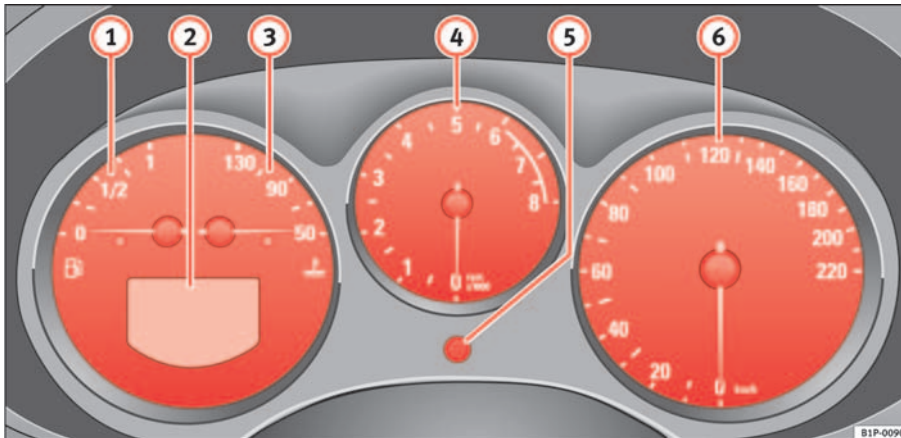

Abb. 33 Ausschnitt aus der Instrumententafel: Kombiinstrument
Der Beginn des roten Bereichs ⇒ Seite 58, Abb. 33 ④ bedeutet die maximale Motordrehzahl bei Betriebstemperatur. Vor Erreichen dieses Bereiches sollte in den nächst höheren Gang geschaltet oder die Wählhebelstellung D gewählt oder der Fuß vom Gaspedal genommen werden.
- Drehen Sie den Einstellknopf ⇒ Seite 58, Abb. 33 ⑤ bis zum Anschlag nach links, die Stunden werden eingestellt. Wenn Sie den Einstellknopf nur kurz nach links drehen, wird jeweils um eine Stunde weitergestellt.
Das rechte Zählwerk registriert die Kurzstrecken. Die letzte Stelle steht für Strecken von 100 m. Der Kurzstreckenzähler kann durch Drücken des Rückstellknopfs → Seite 58, Abb. 33 ⑤ auf Null gestellt werden.